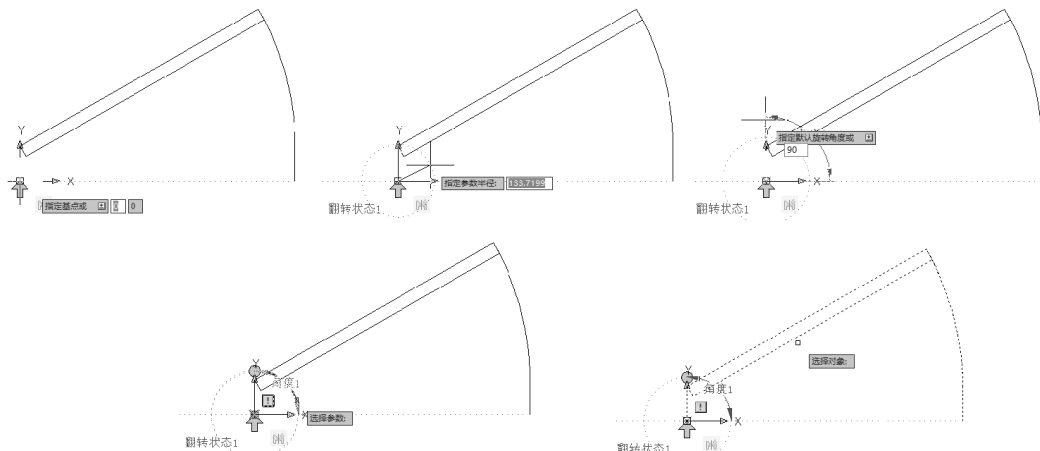

图 6-29 添加“旋转”参数和动作
8) 若要在水平墙段插入“门平面”动态块时，即可按照上述步骤进行操作，但在绘制建筑平面图时，不但有大量的水平墙段，还会有大量的竖直墙段及与水平墙段呈一定夹角的斜墙段。用户可以在“块编辑器”工作界面中，为“门平面”图块添加“旋转”参数和“旋转”动作，如图6-29所示。